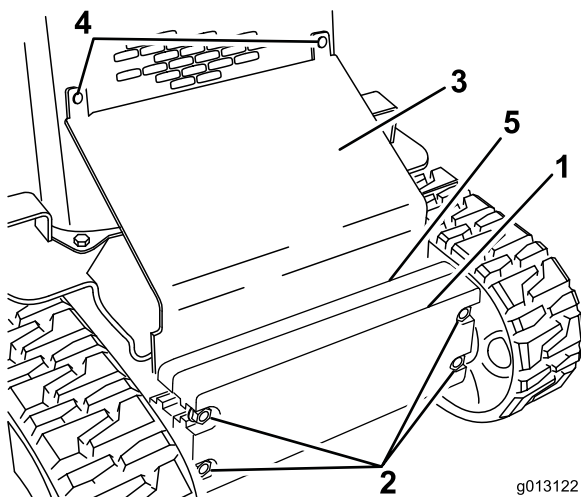

Figure 27
2. Desserrez les boulons de fixation des masses (Figure 27).
3. Enlevez les boulons de carrosserie et les écrous de fixation de la plaque inclinée (Figure 27).
10. Glissez la plaque inclinée entre le cadre et les masses, et fixez-la au panneau avant à l'aide des boulons de carrosserie et des écrous enlevés précédemment (Figure 27).
11. Serrez les boulons de fixation des masses avant (Figure 27).